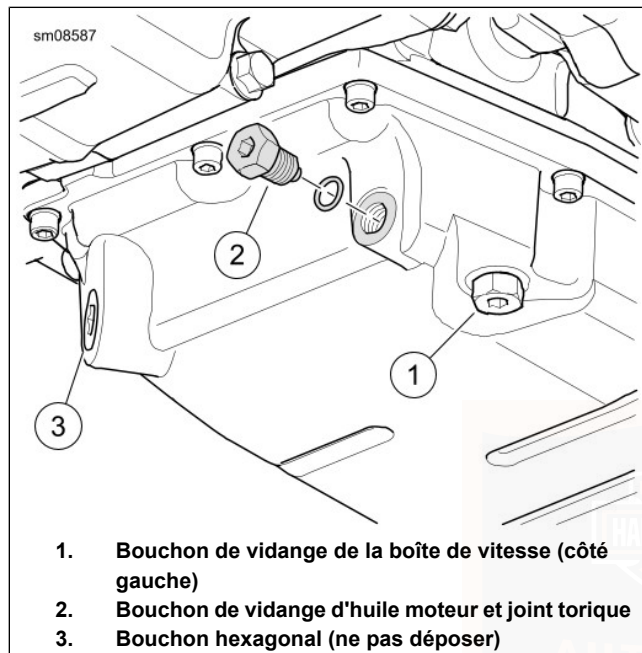

Figure 66. Carter d'huile
3. Voir Figure 66 . Retirer le bouchon de vidange d'huile (2) et le joint torique. Laisser l'huile se vidanger complètement.